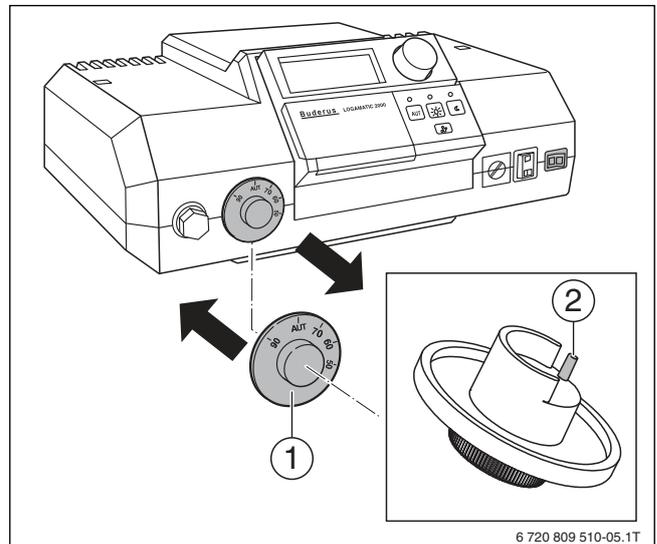

Рис. 19 Замена ручки регулятора температуры котловой воды
- ▶ Установите на регулятор температуры котловой воды (→ рис. 19, [1]) новую ручку со штифтом [2].